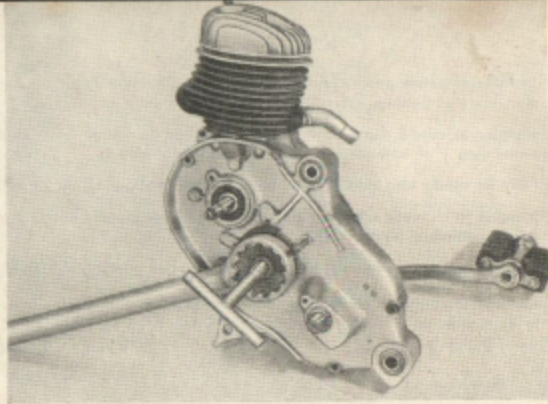

FIG. 27
- 68) Fijar el conjunto embrague con la correspondiente tuerca y arandela sobre el cigüeñal (llave especial de tubo de mm, N° 153052) (Fig. 27).